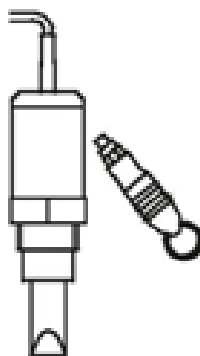

Рисунок 13 - Проверка работоспособности тест-магнитом
3.2.3 Проверку работоспособности сигнализатора проводите тест-магнитом (рисунок 13) одновременно с проверкой функционирования при любом режиме работы. К отметке на корпусе сигнализатора, расположенного вне контролируемой среды, поднесите магнит и наблюдайте изменение цвета индикатора на корпусе.